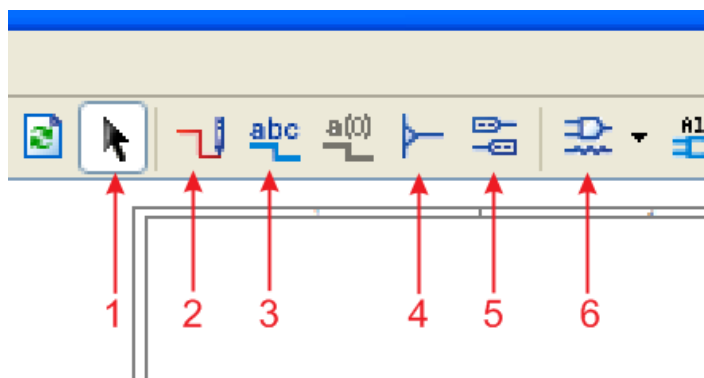
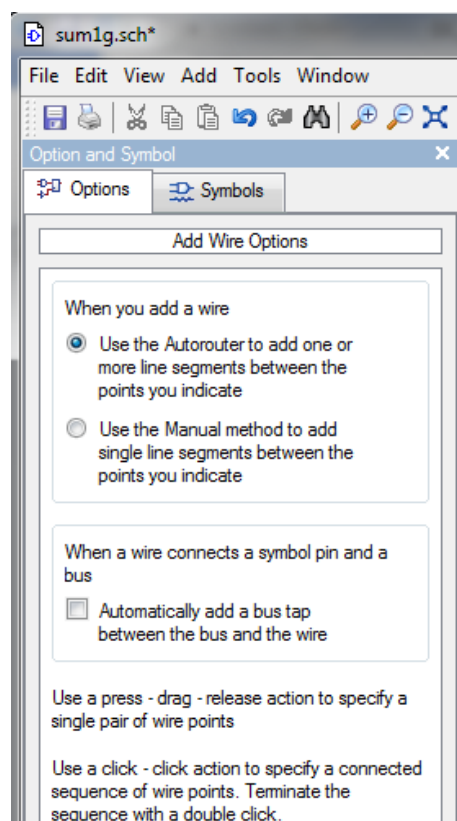

figura 9
figura 12
Pentru desenarea sumatorului elementar se vor folosi butoanele din figura 9:
Apoi se adaugă conexiunile. Pentru a adăuga conexiunile (firele) dintre porți, se apasă **butonul 2 - Adaugă conexiune** din figura 9. Apoi în subfereastra **Option and Symbol** se selectează câmpul tab **Options**. Sub câmpul Tab **Options** apar două opțiuni: **Autoruter** și **Manual** (figura 12).
În cazul în care mesajul apare ca urmare a unei densități prea mari de componente, se alege opțiunea de desenare prin metoda manuală (opțiunea **Manual** în figura 12). În această variantă, conexiunea este desenată segment cu segment, după următoarele reguli:
Pentru a plasa un marcher I/O, se apasă butonul **Add I/O Marker** (marcaj cu 5 în figura 9) și apoi se deplasează cursorul de care este atașat marcherul de intrare în spațiul de desenare până când se atinge de terminalul cel mai de sus al porții XOR3. În acest moment se face clic și marcherul este plasat pe planșă. În același mod se plasează încă doi marcheri pe ceilalți doi pini ai porții XOR3, un marcher pe ieșirea porții XOR3 și încă unul pe ieșirea porții OR3.
1. Se activează modul de lucru **Add net name** prin apăsarea butonului 3 din figura 9.